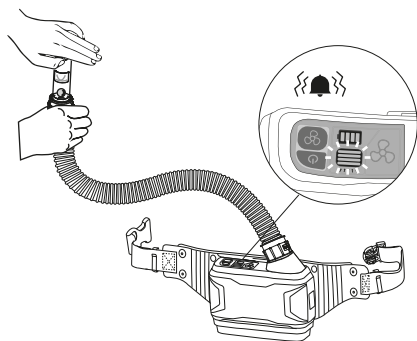

fig.5
- Collegare l'indicatore del flusso d'aria all'estremità del tubo respiratorio, collegato all'unità motore. Per verificare l'allarme, accendere il gruppo di ventilazione e coprire l'estremità dell'indicatore del flusso d'aria. Viene emesso un segnale acustico e la spia verde lampeggia. L'allarme dovrebbe interrompersi se si toglie la mano (vedere fig.5).